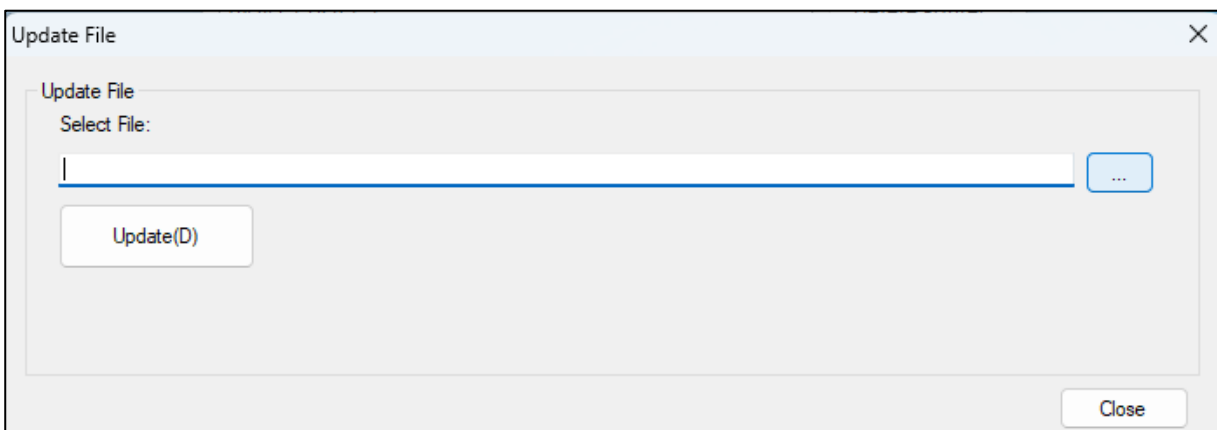

Рисунок 6. Окно **Update File**
- В открывшемся окне (рисунок 6) нажмите кнопку  (с тремя точками);
7 Нажать **Update(D)** (рисунок 6). Начнётся процесс прошивки.